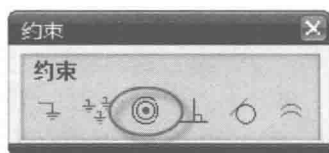
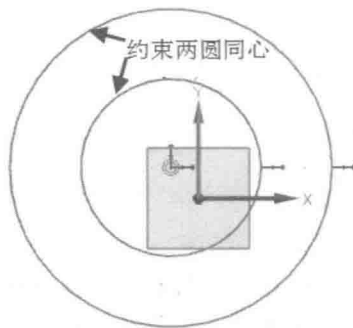

图 1-2-5 等半径约束
图 1-2-6 约束两圆同心
(3) 添加约束。在【草图工具】工具条中选择  (约束) 按钮,在草图中选择两个圆,草图左上角出现【约束】浮动工具条,如图 1-2-5 所示;在【约束】浮动工具条中选择  (同心) 按钮,约束其同心,如图 1-2-6 所示。